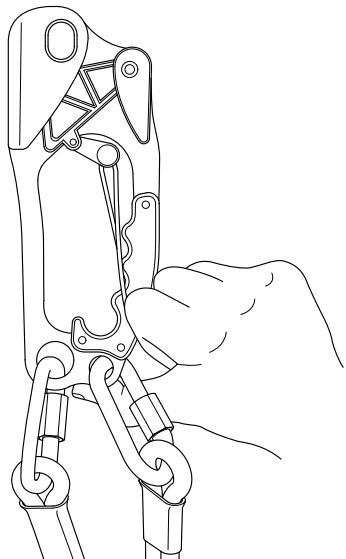

FIG. 1
- 1 Sostenga el dispositivo y retraje el brazo de resorte tirando el cordino (Fig.1)